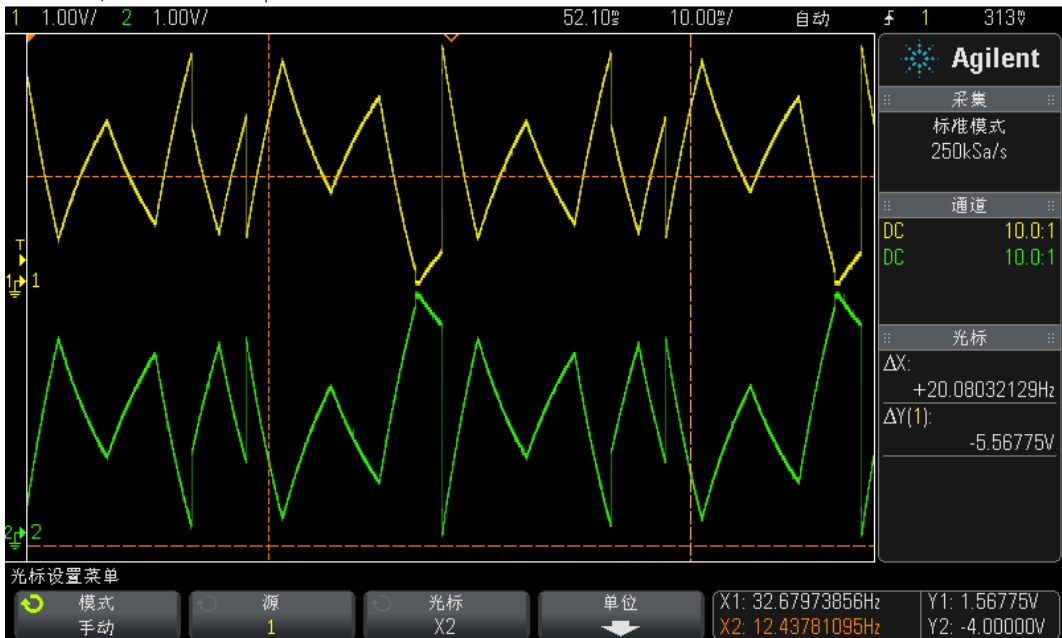

图 21.9 功率放大器正负对地输出
- 2) 图 21.9 所示为通道 1 接功率放大器对地正输出，通道 2 接功率放大器对地负输出。